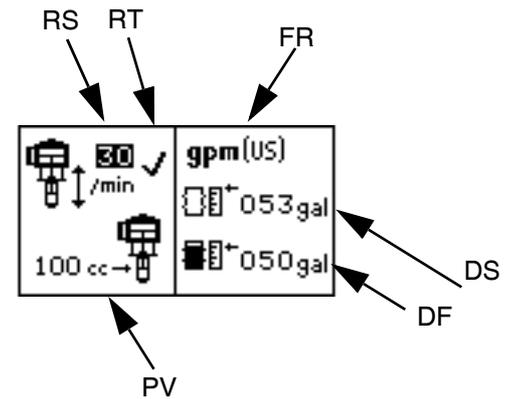

FIG. 22: Pantalla de configuración 1
Use la pantalla de configuración 1 para ajustar el régimen de ciclos de embalamiento (RS), habilitar/deshabilitar la protección contra embalamiento (RT), seleccionar el volumen de bomba por ciclo (PV), seleccionar las unidades de caudal (FR), introducir el tamaño del bidón (DS) e introducir el volumen de llenado del bidón (DF). Vea la FIG. 22.
Si está habilitada la protección contra embalamiento (RT), en la pantalla de configuración aparecerá una ✓. Vea la FIG. 22.
Para deshabilitar la supervisión de embalamiento, vaya al modo de configuración y configure el valor de embalamiento en 0 (cero) o conmute (RT) a OFF. Vea la FIG. 22.